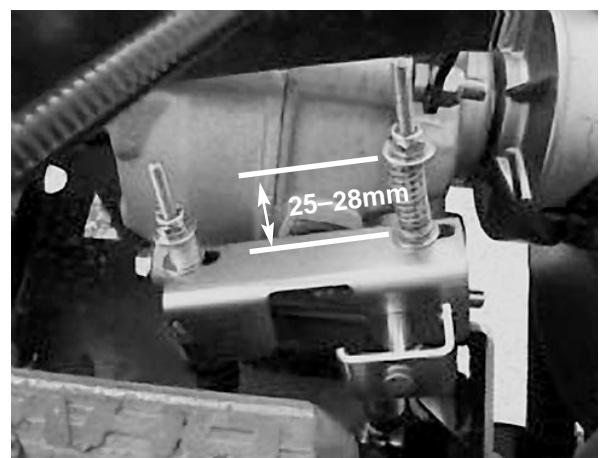

Bild 3
1. Legen Sie den VORWÄRTSGANG ein. Stellen Sie die nicht zusammengedrückte Federhöhe auf 25 bis 28 mm ein (Bild 3).